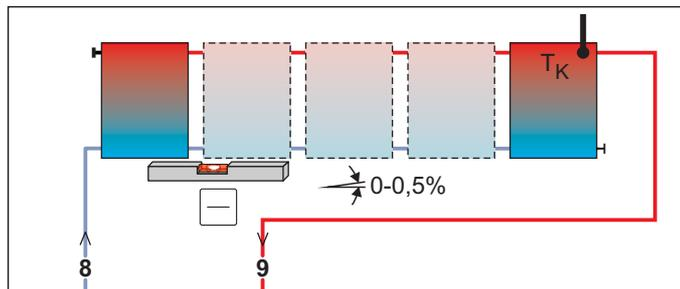
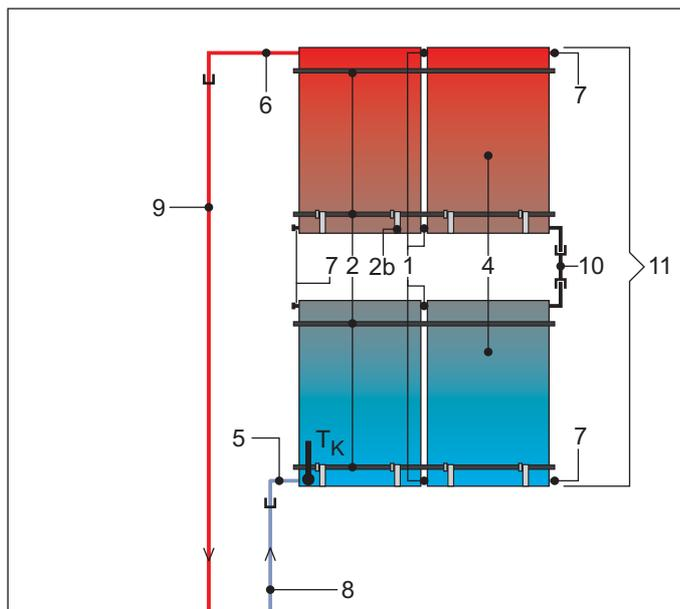
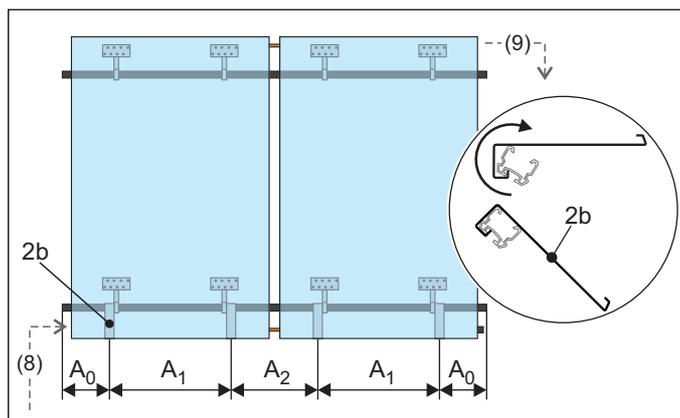

Fig. 4-1 Groupe de capteurs solaires raccordé en alternance (recommandé)
Fig. 4-3 Disposition alternative des capteurs
Fig. 4-5 Étape 1 : alignement des crochets de sécurité (Légende, voir tab. 4-1, dimensions, voir tab. 4-3)
En alternative au montage unique en parallèle des capteurs décrit dans ce manuel, il est possible aussi si nécessaire de monter 3 rangées de capteurs maximum au-dessus l'une de l'autre. Les capteurs ou groupes de capteurs disposés l'un au-dessus de l'autre doivent être raccordés en série (fig. 4-3).
Tab. 4-1 Légende sur les fig. 4-1 à fig. 4-3 et la fig. 4-5
- La conduite de raccordement de départ doit être raccordée en haut et la conduite de raccordement d'arrivée en bas sur le capteur (voir fig. 4-1 à fig. 4-3 et fig. 4-5).